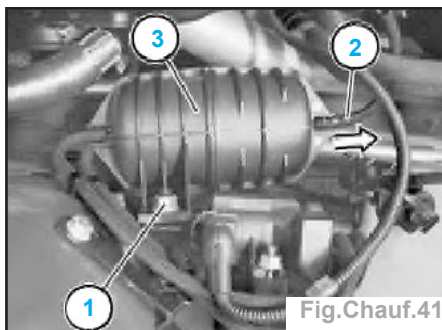

Fig.Chauf.41
- M47TU (Fig.Chauf.41) :
- déposer l'écrou (1),